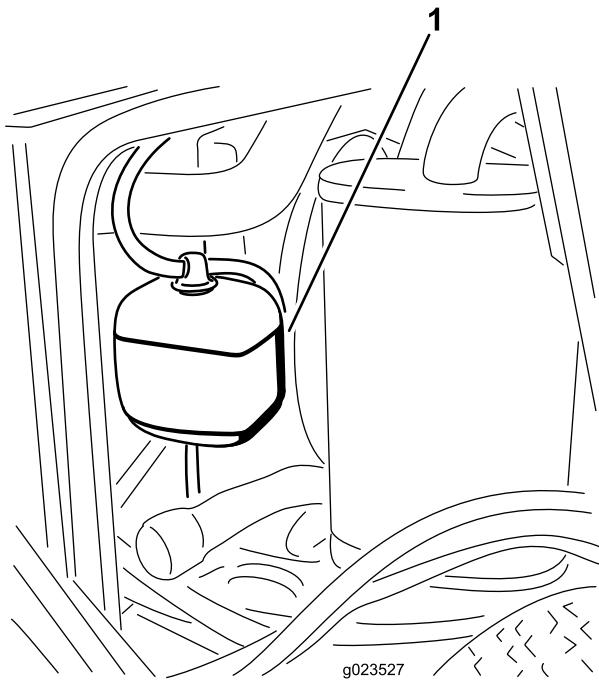

Figure 74
1. Vérifiez le niveau du liquide de refroidissement dans le vase d'expansion (Figure 74). Il doit se situer entre les repères qui figurent sur le côté du réservoir.